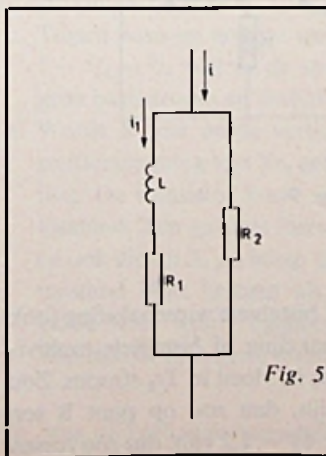

Fig. 5
① De momentele waarde van de stroom i in de schakeling van fig. 5 is gegeven door